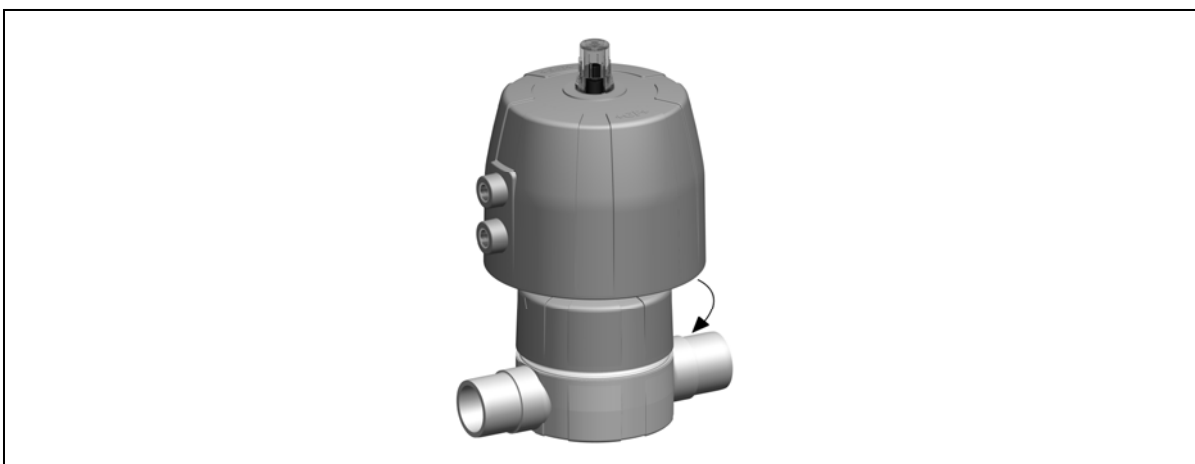

Fig. 15
- ▶ Placer le servomécanisme sur le corps de robinet et serrer l'écrou du boîtier à la main, voir Fig. 15